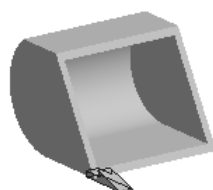

图 6.4 拉伸 2
- (4) 单击“抽壳”对话框中的 **确定** 按钮, 完成抽壳特征的创建。
Step 4 创建图 6.4 所示的拉伸特征 2。